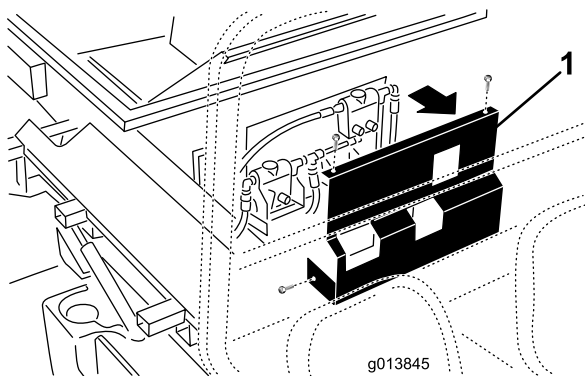

Figura 13
38. Apenas na versão SH, no modelo 44701, retire os dispositivos de fixação que prendem a tampa à parte da frente do ProPass e guarde a tampa (Figura 13).